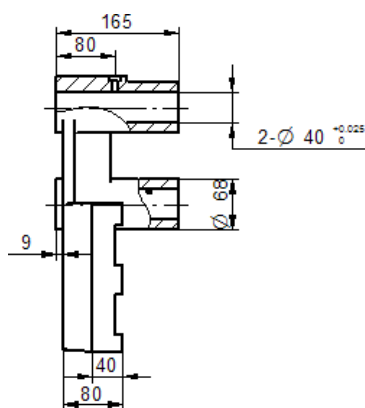

图 10.4.45 标注左视图直径尺寸 2
(3) 单击“尺寸类型”按钮 ，然后在弹出的下拉菜单中选择 **h7** 类选项，在适合类型下拉列表中选择 **适合，仅公差** 选项，在 **孔** 的下拉列表中选择 **h7** 选项，单击“前缀”按钮 ，在 **前缀** 的文本框“%DI”前面输入“-”，标注图 10.4.45 所示的直径尺寸。